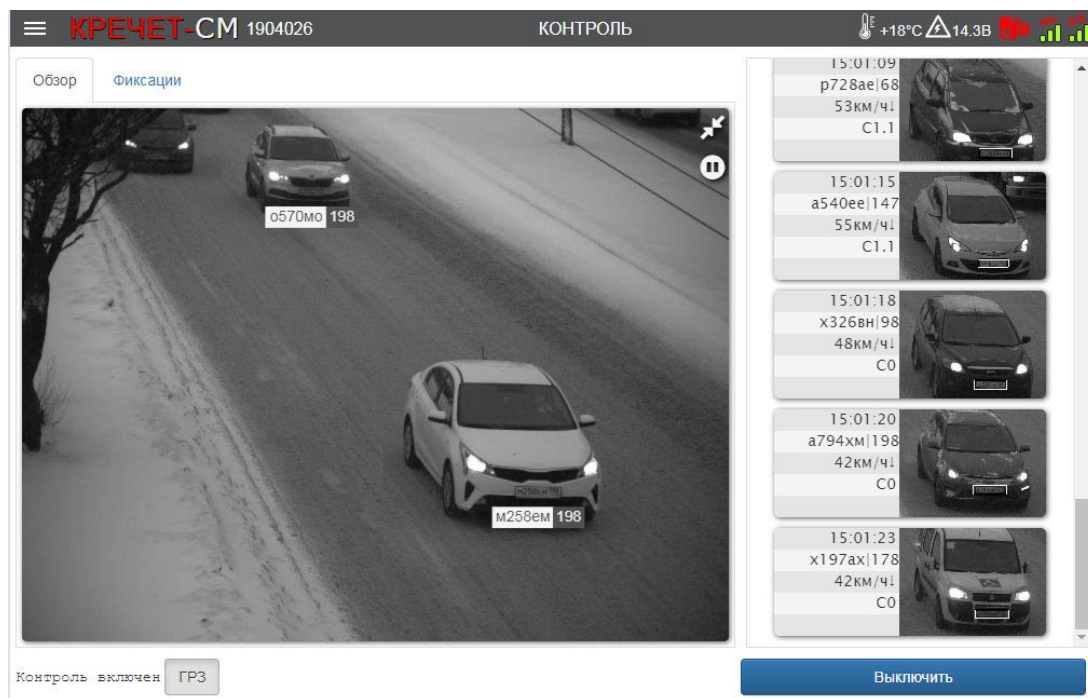

Рисунок 59 — Страница **КОНТРОЛЬ** с включенными ГРЗ
6.8.1.3 При необходимости, нажав кнопку ГРЗ в левом нижнем углу, можно включить наложение распознанных ГРЗ на изображение (Рисунок 59).